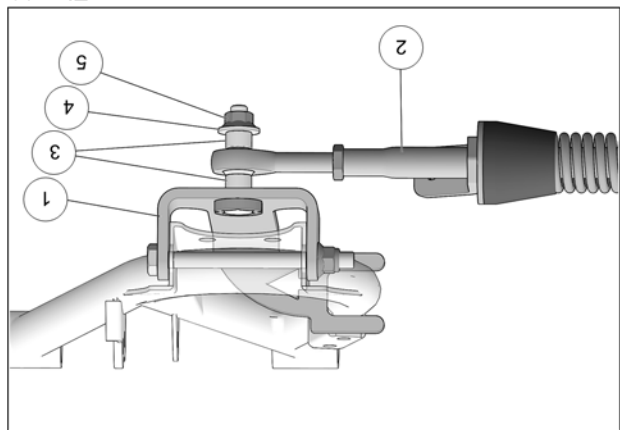

Fig. 12
11. Fixer le bras stabilisateur (2) à l'ancrage de suspension (1) à l'aide des deux espacateurs (3), la rondelle (4) et l'écrou autobloquant (5). Serrer à un couple de 70 N•m [52 lb•pi]. Voir la Fig. 12